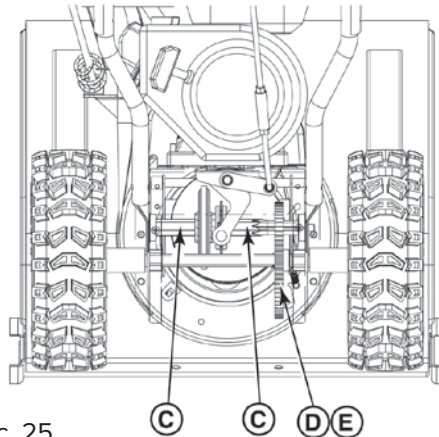

Рис. 25
5. Нанесите очень тонкий слой синтетического моторного масла 50 на шестигранный вал (С, Рис. 25). Делайте это перед помещением на хранение и в начале каждого сезона.